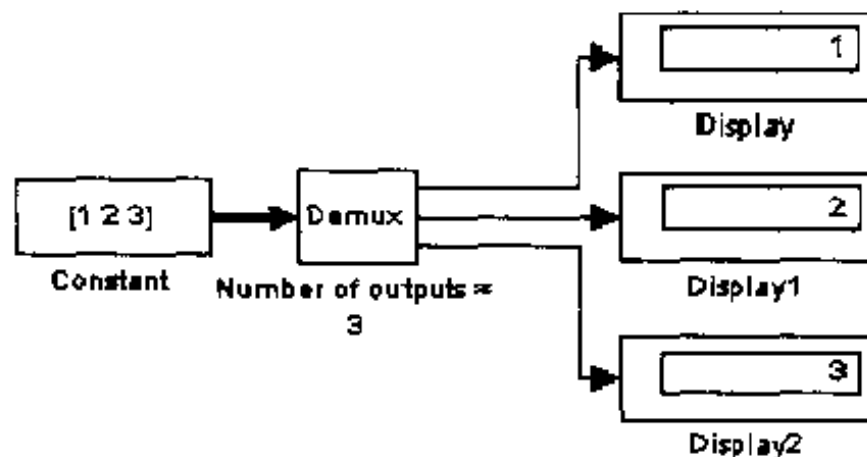

图 7.130 Demux 模块应用举例(1)
(1) 输出标量数量。若 Number of outputs 参数栏包含一个标量值,模块将把输入信号分解成这个数量的信号输出。输出信号的宽度取决于输入矢量和输出的数量:
- 若输入信号的宽度等于输出信号的数量,模块将把输入信号矢量分解成标量信号。在图7.130所示的模型中, Demux 模块将三元素矢量信号分解成三个标量信号。它的 Number of outputs 参数值是 3。